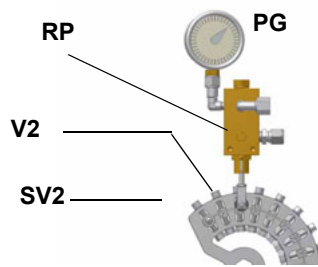

Рис. 32
- 1 После настройки горелки для работы на газе отключить горелку и выбрать работу на жидком топливе (OIL) с помощью селекторного переключателя **CM** (имеющегося на контрольной панели горелки - Рис. 32).
- 9 для получения максимального расхода жидкого топлива регулировать давление (считывая значения на манометре **PG**), не изменяя при этом, уже отрегулированный, во время настройки работы на газе, расход воздуха (см. предыдущий параграф): все время проверяя параметры продуктов сгорания, воздействовать на винт варьируемого сектора, соответствующий жидкому топливу **SV2** (см. Рис. 32), но по достижении положения большого пламени.
- Снять, проверить и почистить голову сгорания (см. Рис. 32).